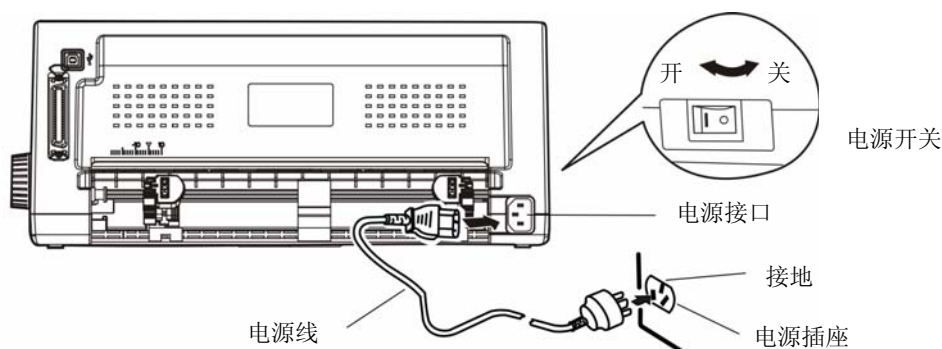

图 2-12 连接电源线
1. 如图 2-12 所示，确保打印机为关机状态（当开关被按下的一侧在“O”标注处时为关机状态）。